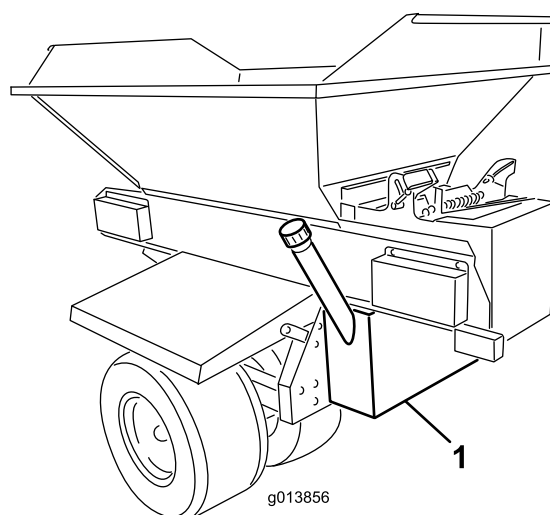

Figura 1
4. Sostenete da sotto il serbatoio idraulico e posizionatelo contro il lato posteriore del telaio del ProPass. Il serbatoio dovrebbe essere centrato in modo uniforme da sinistra a destra e posizionato verticalmente (Figura 1).